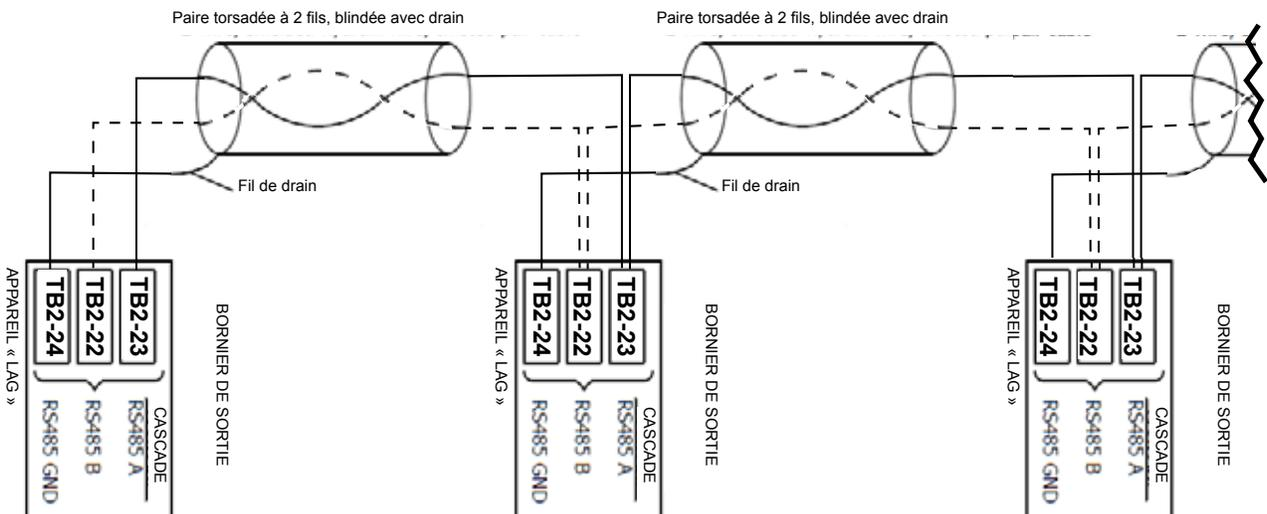

Figure 25. Câblage en cascade
La communication entre les appareils est assurée par une liaison RS485. Lors du câblage de ces appareils pour un fonctionnement en cascade, utiliser les bornes 23 (A), 22 (B) et 24 (GND) du bornier de sortie. Utiliser une paire torsadée à 2 fils, blindée avec drain (câble de communication) entre les appareils. Se reporter à la Figure 25. Connectez un fil du câble de communication à A (borne 23), et l'autre fil à la borne B (borne 22), et le fil de drain à la TERRE, (borne 24). Connecter l'autre extrémité du câble à l'appareil suivant, en